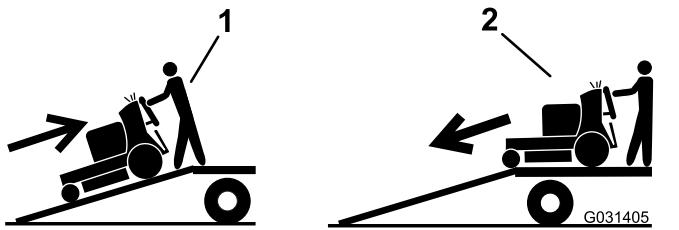

Figure 30
- 5. Montez la rampe en marche arrière (Figure 30).